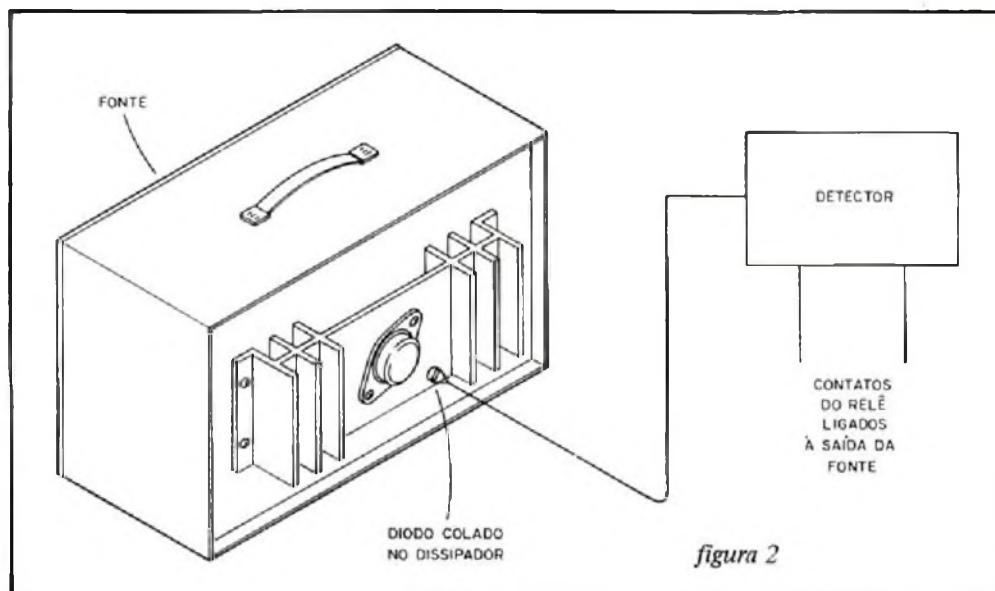

figura 2
a) Detector de superaquecimento de aparelhos eletrônicos (transistores, resistores, diodos em fontes, etc.), caso em que o sensor deve ser montado próximo do componente que tende a se aquecer demais. Na figura 2 damos, como exemplo, a utilização do aparelho para desligar uma fonte de alimentação em caso de sobrecarga, quando então o sensor será colado com cola epoxi no próprio dissipador de calor do transistor regulador.